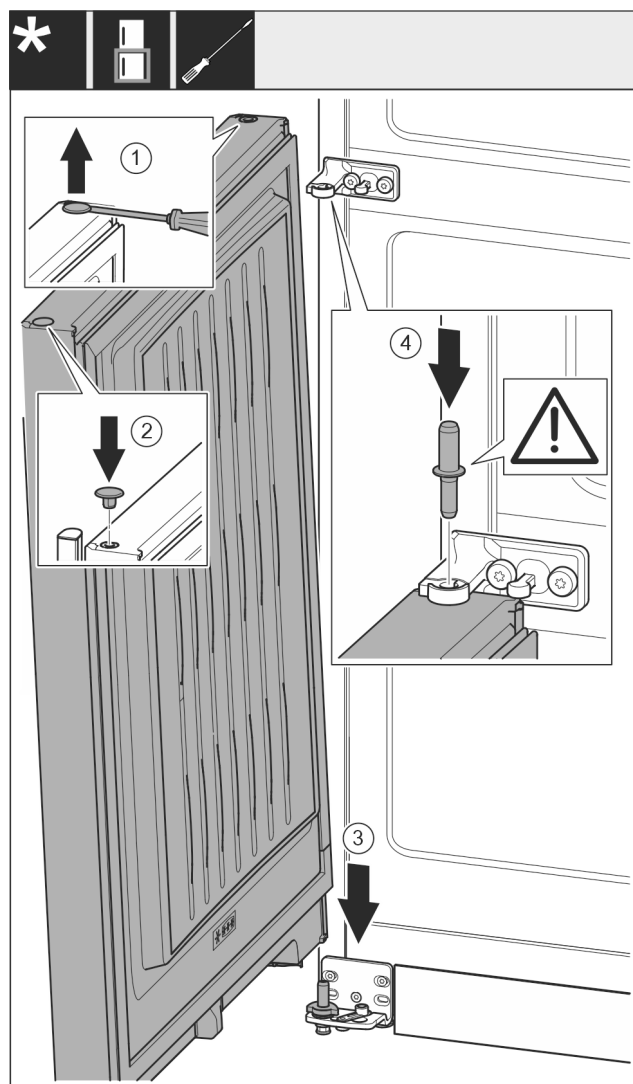

Fig. 20
- Sollevare il tappo Fig. 20 (1) con cautela con un cacciavite a intaglio ed estrarlo.
- Reinserire il tappo Fig. 20 (2) sull'altro lato della porta.
- Inserire la porta Fig. 20 (3) dall'alto sul perno di supporto inferiore.
- Inserire il perno di supporto centrale Fig. 20 (4) attraverso il blocco di supporto centrale nella porta inferiore. Facendo ciò assicurarsi che la camma di arresto sia rivolta all'indietro.